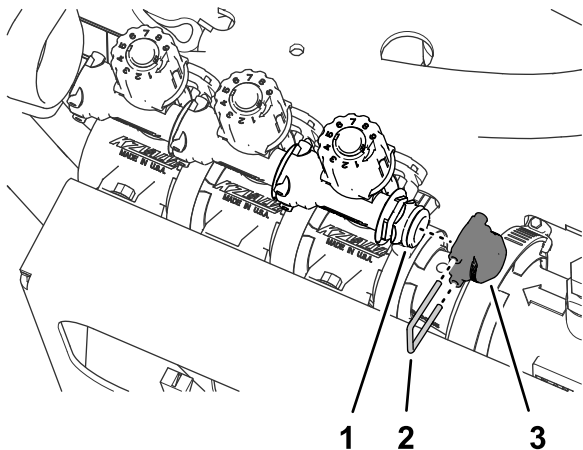

Рисунок 63
3. Снимите держатель, который крепит крышку к быстроразъемному штуцеру перепускного клапана (Рисунок 63).